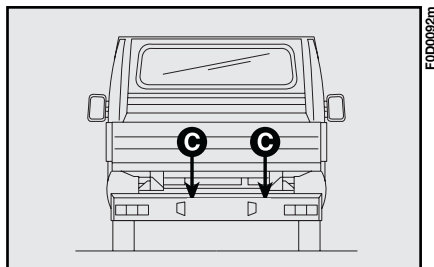

fig. 3
– svitare i due bulloni **C-fig. 3** visibili sul lato interno del paraurto (versioni cabinato/autocarro);